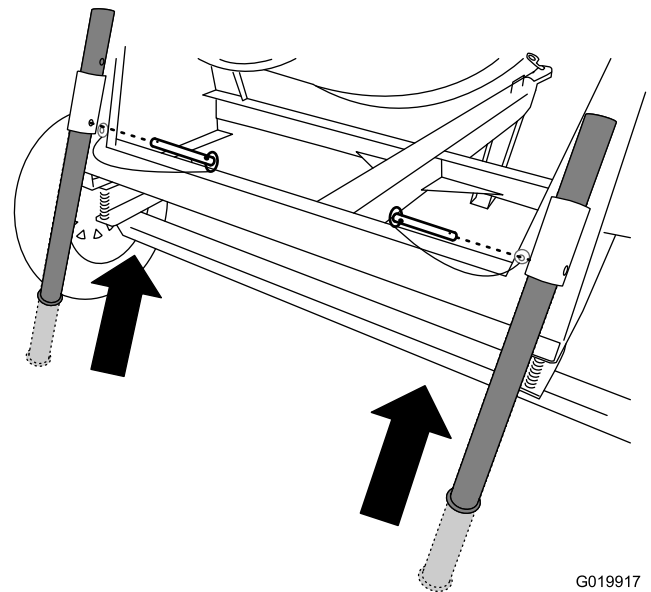

Figure 20
2. Sortez l'axe de chape du pied stabilisateur arrière et du support (Figure 20).
3. Poussez le pied stabilisateur vers le haut dans le support et alignez le trou du support et le trou inférieur du pied stabilisateur (Figure 20).
4. Poussez l'axe de chape dans le trou du support et du pied stabilisateur (Figure 20).